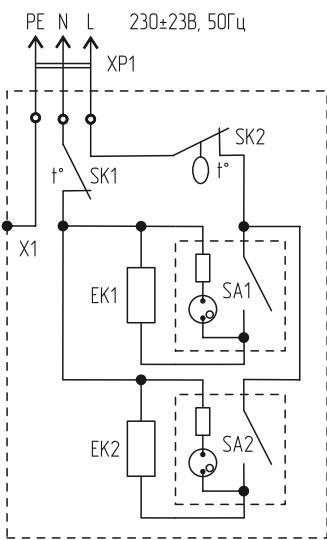

Рисунок 5.
5.2. Схема электрических соединений и узлов конвектора Standart 500M, Standart 1000M показана на рис. 5, поз. А. Нагревательный элемент имеет один нагреватель ЕК1, в цепь питания которого включен рокерный переключатель с подсветкой SA1, термовыключатель защиты от перегрева SK1 и биметаллический термостат SK2.
5.3. Схема электрических соединений и узлов конвектора Standart 1500M, Standart 2000M, Standart 2500M показана на рис. 5, поз. Б. Нагревательный элемент имеет два независимых нагревателя ЕК1 и ЕК2, которые могут включаться независимо друг от друга, обеспечивая 100% или 50% номинальной мощности конвектора. В цепь питания нагревателей включены рокерные переключатели с подсветкой SA1 и SA2, термовыключатель защиты от перегрева SK1 и биметаллический термостат SK2.